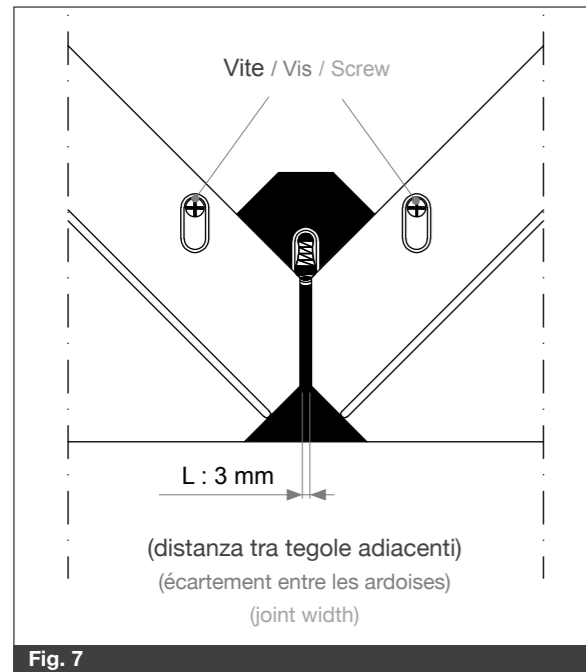

Fig. 7
- Il foro nell'angolo superiore è previsto per consentire il fissaggio in due punti anche quando un foro laterale viene a mancare a causa di un taglio (Fig. 7).
- Le trou dans l'angle supérieur n'est utilisé que pour les coupes (voir Fig. 7).
Each roof tile is individually screwed using only 2 of its 3 predrilled slot holes using 4 x 40 mm GeoMet treated screws (countersunk head with partial thread). The upper corner hole is designed to allow fixing at two points when a lateral hole is not available due to a cut in the tile (Fig. 7).